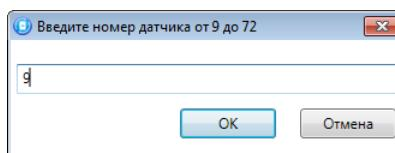

Рисунок 4.41 — Ввод номера радиоустройства
2. В открывшемся окне укажите номер радиоустройства из числа еще не занятых в нумерации ШС и радиоустройств (в указанном диапазоне) и нажмите кнопку *OK* (см. рисунок 4.41).